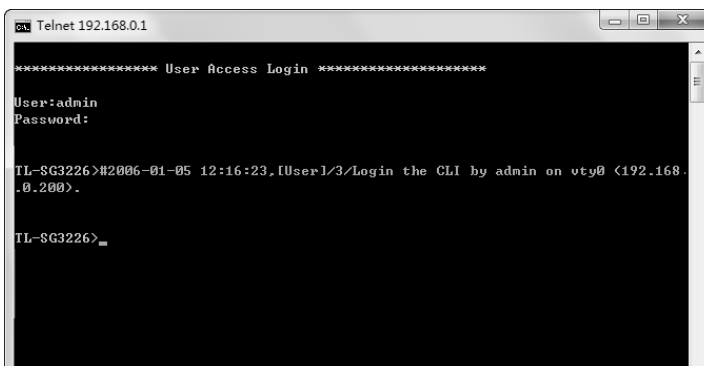

图4-6 登录交换机
3. 输入登录的用户名和密码, 回车即可登录, 如图4-6所示;